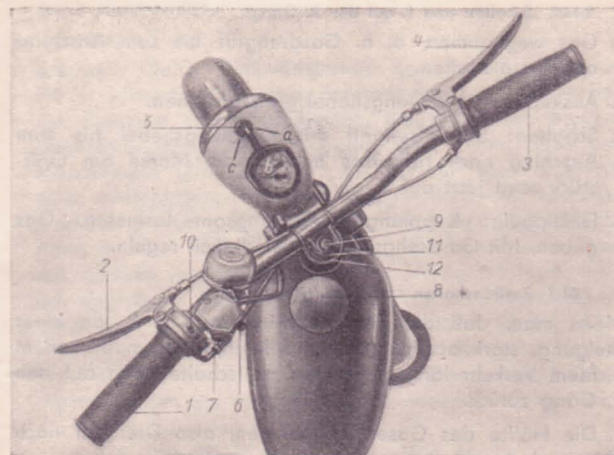

Bild 4. Draufsicht auf Scheinwerfer, Lenker, mit Bedienungsorganen und Kraftstoffbehälter
Beim Schieben des Fahrzeuges Schaltdrehgriff (Bild 4) am Lenker links auf 0 (Leerlauf) stellen. Kupplungshebel wird nicht angezogen.
Öffnen des Kraftstoffbehälters durch Linksdrehung des Tankverschlusses (8, Bild 4). Wenn weiteres Drehen nicht mehr möglich ist, Tankverschluß nach oben abnehmen. Der Motor wird mit Zweitaktgemisch betrieben.
2. Zündung einschalten: Zündlichtschalter am Scheinwerfer in Mittelstellung (Ziffer 5 b in Bild 4).
1. Gang einschalten (Marke auf Griffstück zeigt auf 1). Kupplungshebel langsam loslassen und unter gleichzeitigem Gasgeben (Gasdrehgriff, Bild 4, von vorn nach hinten drehen) anfahren.
2. Bremsen. Durch Rückwärtstreten des Pedals wird die Hinterradbremse (wie beim Fahrrad) betätigt. Gerade bei den höheren Geschwindigkeiten, die auf einem Moped gegenüber dem Fahrrad möglich sind, immer auch die Handbremse (Ziff. 4 in Bild 4), die auf das Vorderrad wirkt, mitbenutzen. Die Bremsnabe im Vorderrad hat sehr gute Bremswirkung. Nur auf sandigen, nassen oder schlüpfrigen Straßen und auch in Kurven die Vorderradbremse mit Vorsicht verwenden, damit das Vorderrad nicht seitlich wegrutscht. Auf langgestrecktem Gefälle abwechselnd Vorderrad- bzw. Hinterradbremse benutzen (Zweck: Abkühlung). Selbstverständlich ist, daß der Gasdrehgriff und nicht die Bremsen dazu da sind, die Geschwindigkeit zu regeln. Achten Sie darauf, daß bei normaler Beinhaltung die Hinterradbremse nicht schleift.
2. Zündung ausschalten. Hierzu Lichtschalter im Scheinwerfer (Ziff. 5 in Bild 4) nach links schalten. Bei längerem Halt Kraftstoffhahn schließen.
Der Zündlichtschalter am Scheinwerfer (Ziff. 5 in Bild 4) hat 3 Schaltstellungen (vom Fahrersitz gesehen):
Der Lenker kann nach Lösen der Sechskantschraube und Überwurfmutter in gewissen Grenzen wie beim Fahrradlenker in der Höhe verstellt werden (Ziff. 9 und 11 in Bild 4). Von Oberkante Überwurfmutter bis Oberkante Lenker soll eine Entfernung von 140 mm nicht überschritten werden.